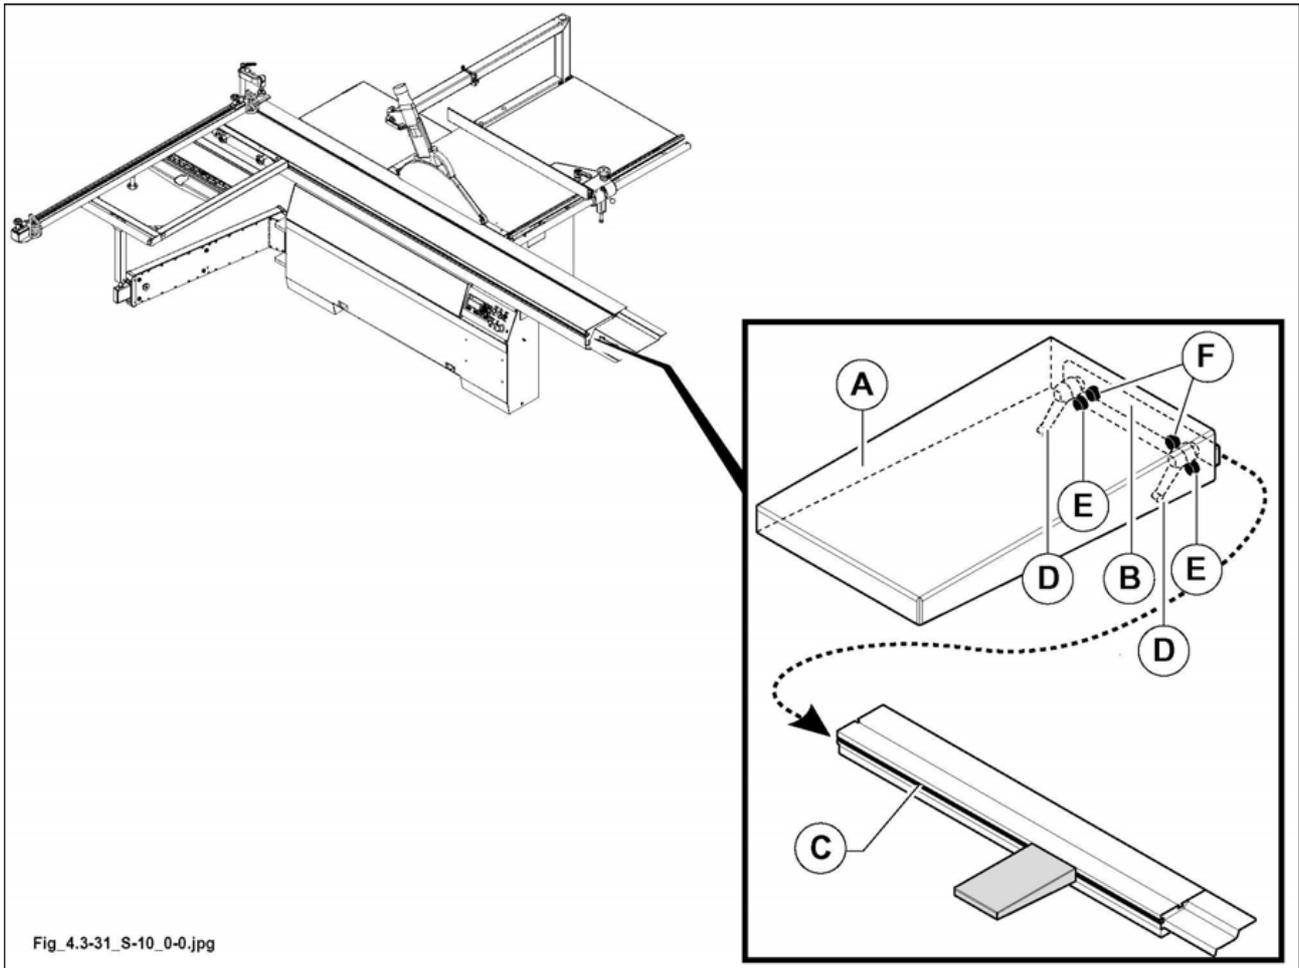

Abb. 4.3-31
- 1) Ansatzflügel (A Abb. 4.3-31) montieren. Hierzu ist die Stelleiste (B Abb. 4.3-31) in die Rillen des Waggons (C Abb. 4.3-31) einzusetzen.
- 2) Ziehen Sie die Hebel (D Abb. 4.3-31) an.
- 3) Die Fläche ist bereits eingestellt. Für nachträgliche Einstellarbeiten sind die Stifte (E Abb. 4.3-31) (Ausrichtung) und Schrauben (F Abb. 4.3-31) (Höhenpositionierung) anzuziehen oder zu lockern.